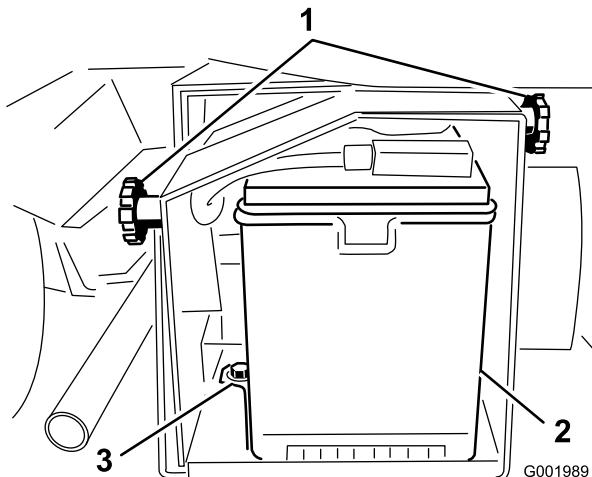

Figura 55
2. Desaperte os manípulos na parte lateral da caixa da bateria e retire a cobertura da bateria (Figura 55).
Retire as fixações e os fechos da bateria (Figura 55).
2. Coloque a fixação da bateria, assim como os fechos que retirou anteriormente (Figura 55).
4. Coloque a cobertura da bateria e aperte-a com os 2 manípulos (Figura 55).
1. Desaperte os manípulos na parte lateral da caixa da bateria e retire a cobertura da bateria (Figura 55).